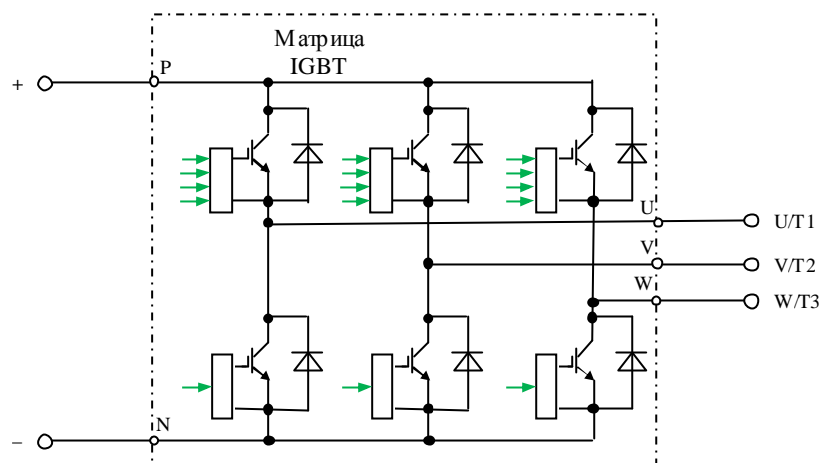

Рис.4.9
4.8.1. Электрическая принципиальная схема матрицы IGBT приведена на рис.4.9. (на схеме также показаны внешние силовые клеммы ПЧ).